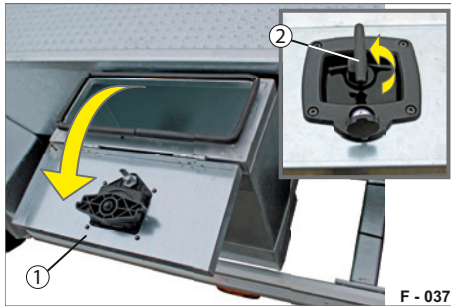

Abb. 63 Werkzeugkasten geöffnet
- ▶ Ziehen Sie den Verschluss (Abb. 63/2) heraus und schwenken Sie diese um 90°.
- ▶ Klappen Sie den Deckel (Abb. 63/1) vorsichtig auf.